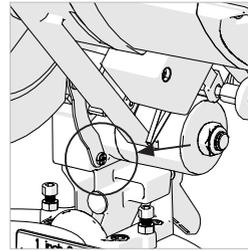

Fig. 28
- Libere la palanca de funcionamiento de la protección inferior retráctil retirando y almacenando de forma segura su tornillo de pivote. **(Fig. 28)**